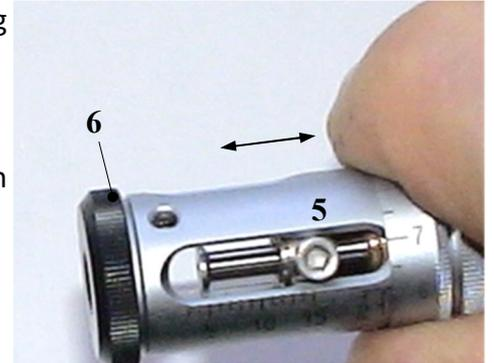

Bild 15. Abisoliermesser Ausrichtung
- Abisolierkopf (5) langsam hin und her schieben. (Bild 15)
- Abisolierkopf (5) ganz nach hinten ziehen und in dieser Position haltend die Abschlusskappe (6) festziehen. (Bild 15)